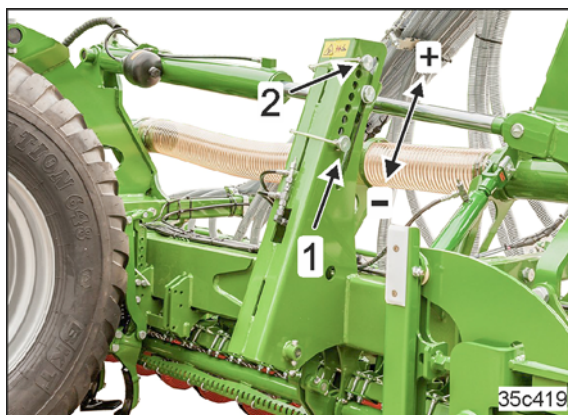

Fig. 182
- o in Schwimmstellung stellen (Fig. 182/1).
- o durch Betätigen des Steuergerätes *blau* mit Druck beaufschlagen (Fig. 182/2).
druck (Fig. 182/1).
druck (Fig. 182/2).